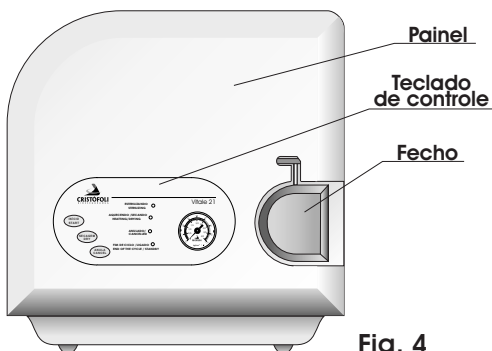
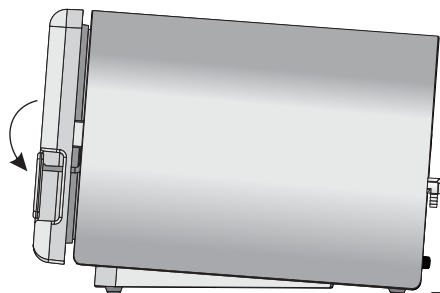

Fig. 4
Fig. 17
- 1► **PAINEL** - Está localizado na parte frontal da autoclave, fabricado em plástico ABS injetado, é onde se encontra o teclado de controle da autoclave (Fig. 4).
- 3► **TECLADO DE CONTROLE** - Localizado sobre o painel, é onde ficam as teclas de controle e os LEDs indicativos da autoclave (Figs. 4 e 5).
- 4► **MANÔMETRO** - É onde são visualizadas as informações relativas à pressão e temperatura da autoclave. Localiza-se na parte direita do teclado de controle, (Fig. 4 e 5).
- 5► **FECHO** - Localizado na parte frontal da autoclave (Fig. 4). É utilizado para abrir, fechar e travar a porta da autoclave (conjunto painel/tampa). Para verificar a posição correta do fechamento consulte as Figs.17 e 18 (Pág. 12).
- Feche a porta da autoclave. Para fechar corretamente, ainda com a autoclave aberta e o fecho totalmente para a esquerda, feche a porta pressionando-a contra a câmara (cuba), mova o fecho totalmente para a direita e depois para baixo até o final do curso, (Figs. 17 e 18, pág. 12). Para a abertura da autoclave repita o mesmo procedimento de modo inverso;